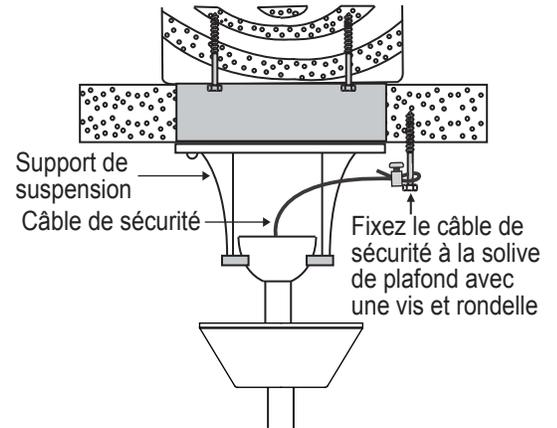

Fig. 11
**Étape 1.** Fixez la vis à bois et rondelles fournies à la solive de plafond, à côté du support de montage mais ne serrez pas. (Fig. 11)